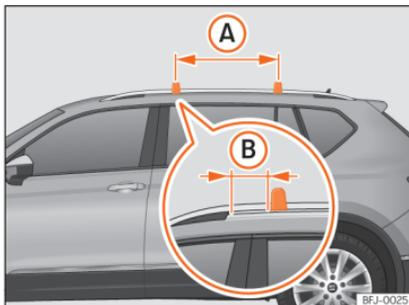

Fig. 134 Pontos de fixação das barras longitudinais para a bagageira do tejadilho.
As barras transversais montam-se nas barras laterais do tejadilho. A distância entre barras transversais »» Fig. 134 (A) deverá ser entre